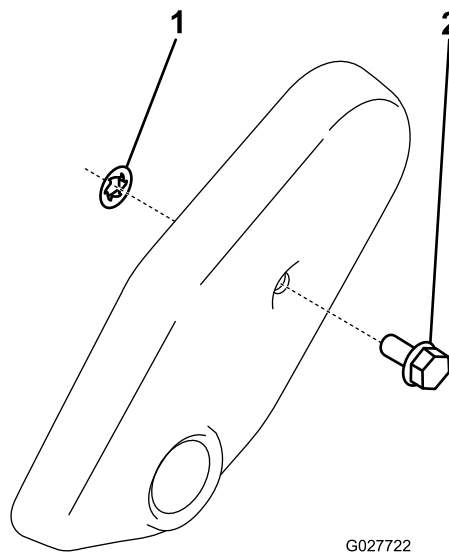

Figure 16
2. Glissez l'écrou poussoir sur l'obturateur du couvercle de la courroie (Figure 16).